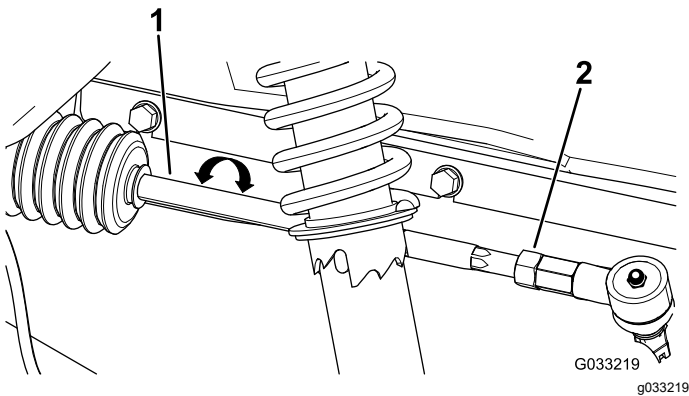

Bild 48
2. Wenn der Wert nicht zwischen 0-6 mm liegt, lösen Sie die Klemmmuttern am äußeren Ende der Spurstangen (**Bild 48**).